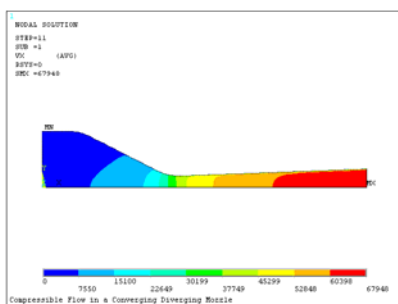

图 6-44 流体轴向速度场分布等值线图
⑤重复第②步操作。在“Item to be contoured”列表框中依次选择 DOF Solution→X-Component of fluid velocity, 单击“OK”按钮, ANSYS 窗口将显示如图 6-44 所示的流体轴向速度场分布等值线图。